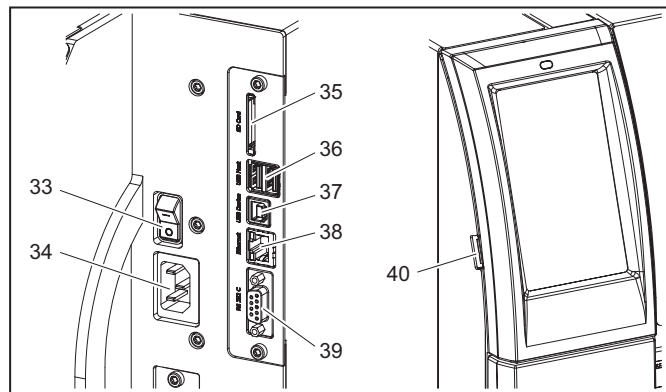

Figura 3.5 Conexiones
- Enchufe el cable de alimentación en la toma de corriente (36, Figura 3.5).
- Encienda la impresora con el interruptor de encendido (33, Figura 3.5).